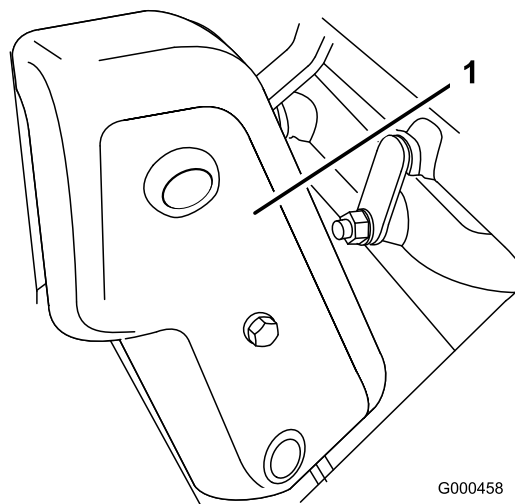

図 34
1. ベルト・カバー取り付けネジ（図 34）を外してベルトを露出させる。